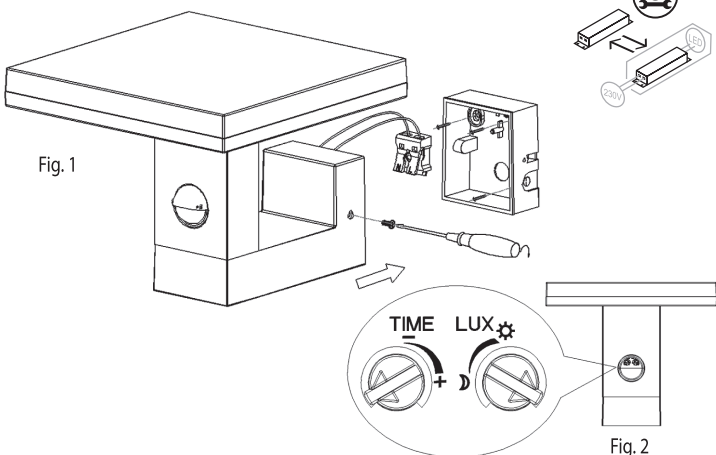

Fig. 1
- Отвийте стягащите винтове, разположени отстрани. Свалете монтажната основа (Fig. 1)
- Loosen the damping screws located on the sides. Remove the mounting base (Fig. 1)